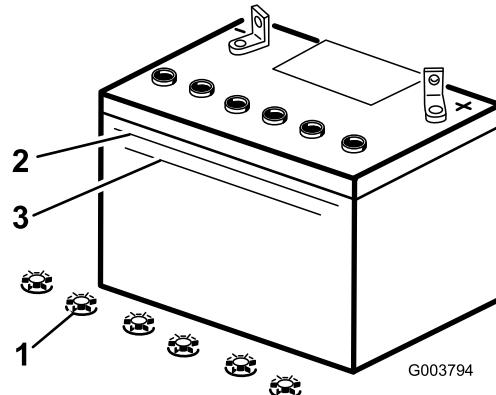

Bild 37
2. Sehen Sie sich die Seite der Batterie an. Der Füllstand muss bis zur oberen Linie reichen (Bild 37). Der Säurestand darf nicht unter die untere Linie fallen (Bild 37).
3. Entfernen Sie die Verschlussdeckel von der Batterie (Bild 37).
4. Gießen Sie langsam destilliertes Wasser in jede Batteriezelle, bis der Säurestand die obere Linie (Bild 37) am Batteriegehäuse erreicht.
5. Warten Sie nach dem Füllen der Batteriezellen fünf bis zehn Minuten. Gießen Sie bei Bedarf destilliertes Wasser in jede Batteriezelle, bis der Säurestand die obere Linie (Bild 37) am Batteriegehäuse erreicht.